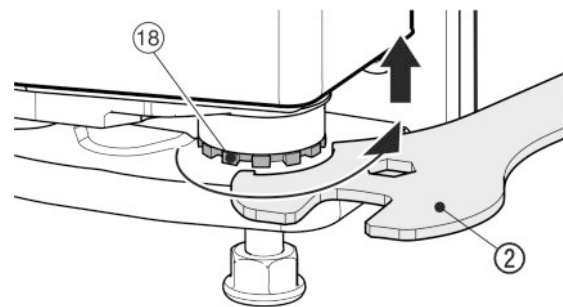

Fig. 18
- Pour soulever la porte, dévisser le support de palier Fig. 18 (18) avec la clé à molette fournie Fig. 18 (2) en le tournant dans le sens des aiguilles d'une montre. À sa livraison, le support de palier est serré à fond.